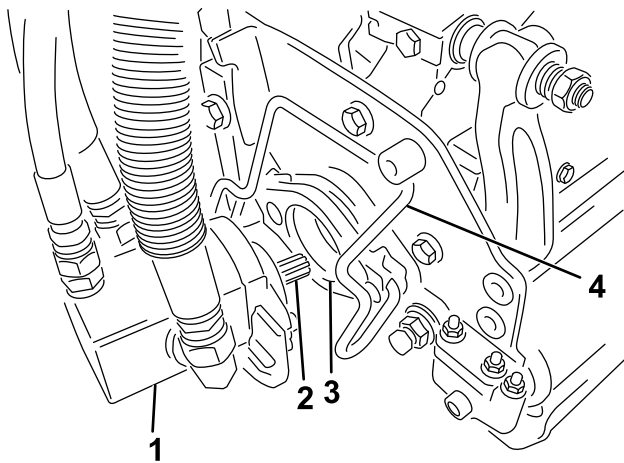

Bild 50
5. Schmieren Sie die Keilwelle des Schneideinheitmotors mit sauberem Fett ein (Bild 50).
6. Setzen Sie den Motor in die linke Seite der Schneideinheit (aus Sicht der Bedienerstellung) und ziehen Sie die Motorbefestigungsstange an der Schneideinheit zum Motor, bis Sie einen deutlichen Klick von beiden Seiten des Motors hören (Bild 50).